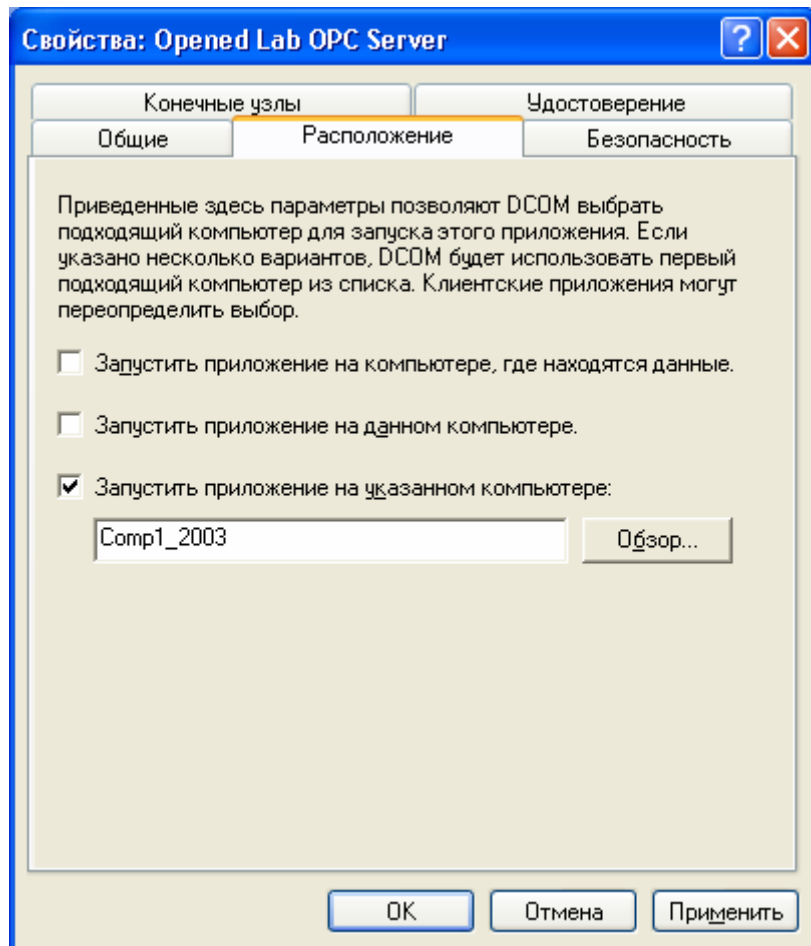

Рис. 5.9. Указание размещения OPC-сервера
5. Для выбранного сервера правой кнопкой мыши вызовите контекстное меню, выполните команду **Свойства**, в появившемся окне **Свойства** выберите вкладку **Расположение** и настройте ее в соответствии с рис. 5.9. Здесь, в качестве примера, **Comp1\_2003** является именем компьютера, на котором работает OPC-сервер. После настройки дважды нажмите кнопку **ОК**.